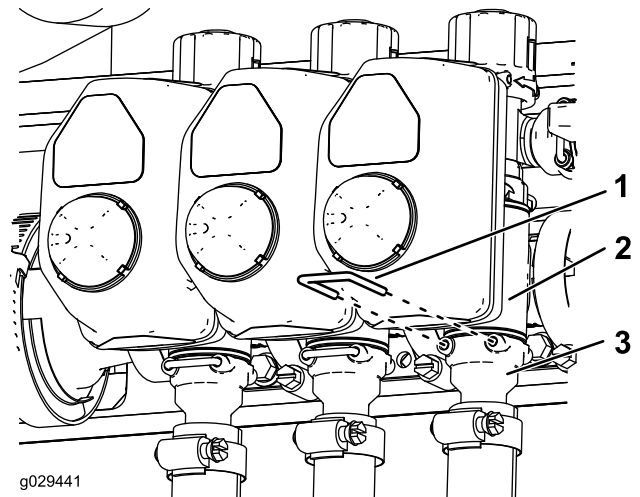

Figura 1
4. En el lado derecho de la máquina, detrás del depósito, retire las horquillas de los tres acoplamientos de manguera y desconecte los acoplamientos de manguera de las válvulas de sección (Figura 1).